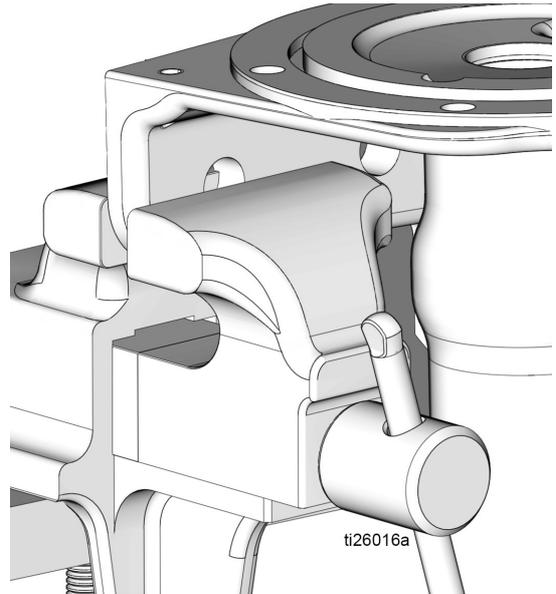

FIG. 32
1. Limpie la base de la bomba (1) con un paño limpio y elimine cualquier resto de suciedad o contaminantes. Inspeccione la superficie en busca de residuos y/o daños. Cambie la bomba si está dañada la base.
2. Si fuera necesario, vuelva a colocar la base de la bomba (1) en el tornillo de banco como se observa en FIG. 32.